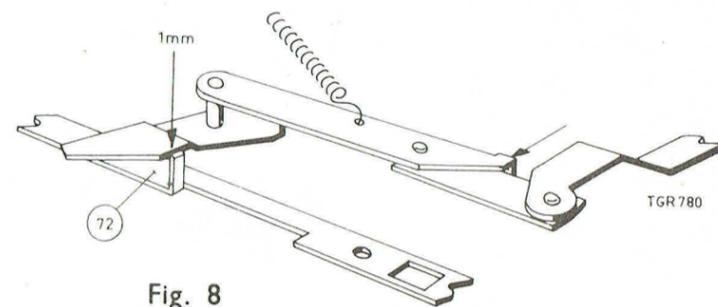

Fig. 8
Ajustage du levier coudé pos. 81 (figure 8)